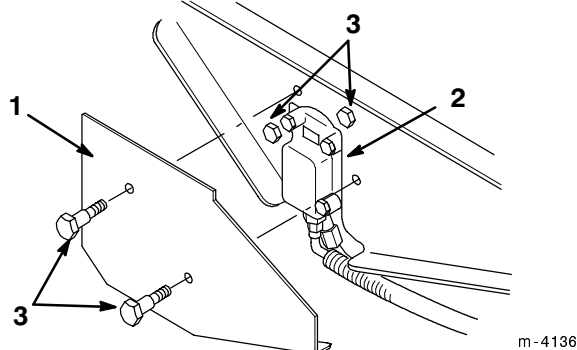

Abbildung 19
1. Die beiden Schrauben entfernen, mit denen die seitliche Schutzplatte befestigt ist, und die Platte abnehmen (Abb. 19).
- Die beiden Schrauben entfernen, mit denen das Hydraulikmotorgehäuse befestigt ist (Abb. 19)